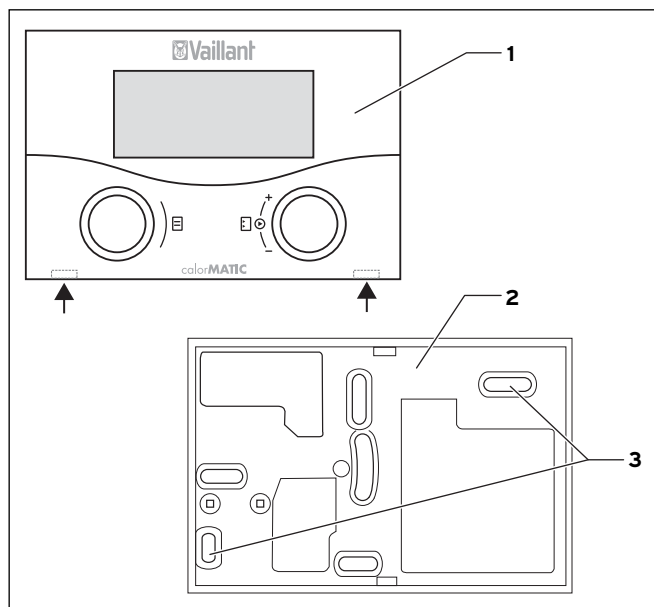

Fig. 4.2 Montage du calorMATIC 392f
- ⇒ Retirer le régulateur (1) du socle mural (2). Pour ce faire, introduire un tournevis dans les deux colliers d'arrêt (voir flèches fig. 4.2).
- ⇒ Percer deux trous d'un diamètre de 6 mm en fonction des trous de fixation (3).